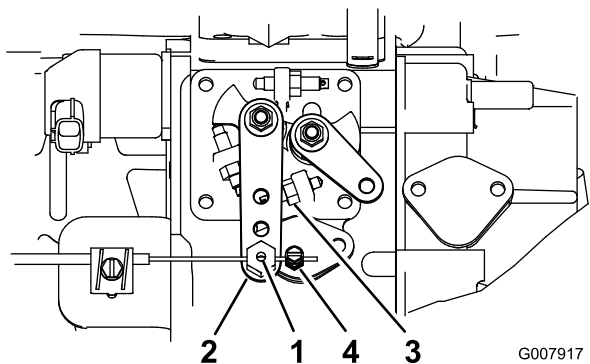

Figura 65
2. Allentate il raccordo del cavo dell'acceleratore, sul cavo dell'acceleratore, vicino alla leva della pompa di iniezione (Figura 65).
3. Tenete il braccio della leva della pompa di iniezione contro il fermo della minima superiore (Figura 65).